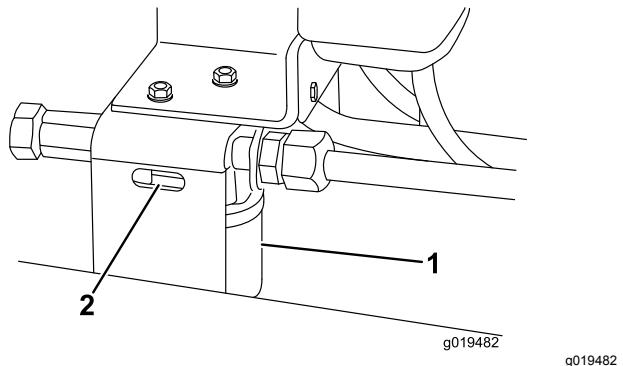

Figura 74
2. Limpe a zona em torno da montagem do filtro. Coloque um recipiente de escoamento debaixo do filtro e retire o filtro (Figura 74).